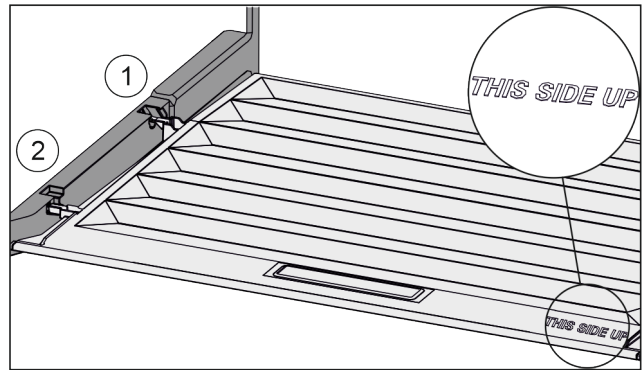

Fig. 72
- ▶ Deckelstege über Öffnung der hinteren Halterung Fig. 72 (1) einführen und vorne in Halterung Fig. 72 (2) einrasten.